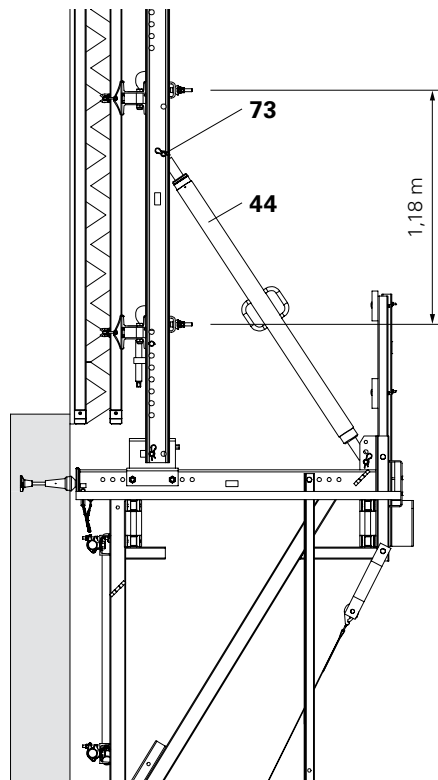
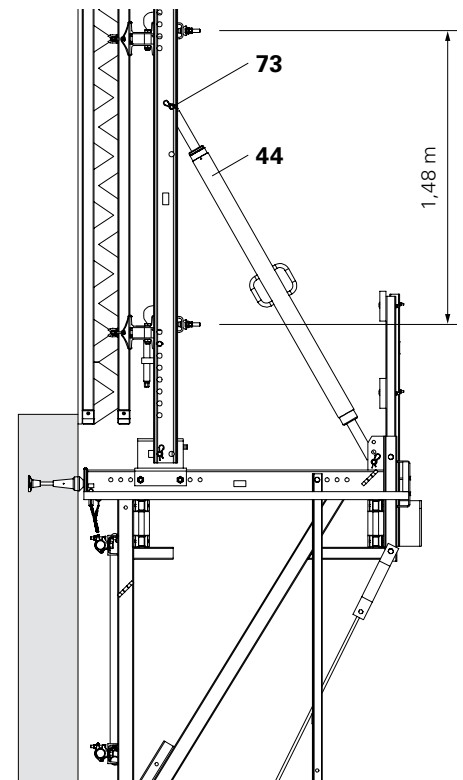

Fig. C1.08a
Fig. C1.08b
A seconda della distanza dei correnti della cassaforma, fissare il puntone di stabilizzazione CB 164-224 (44) con il perno $\varnothing 25 \times 180$ (73) nel foro inferiore (Fig. C1.08a) o nel foro superiore (Fig. C1.08b) del corrente verticale.